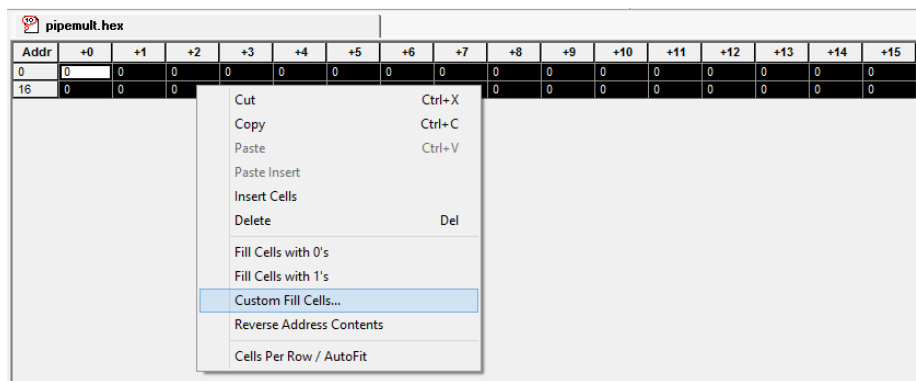

Рис. 25. Вибір діалогового вікна Custom Fill Cells
- З допомогою діалогового вікна **Custom Fill Cells** (рис. 25), можна ввести значення для ініціалізації області пам'яті. Можна обрати одну із наступних дій: